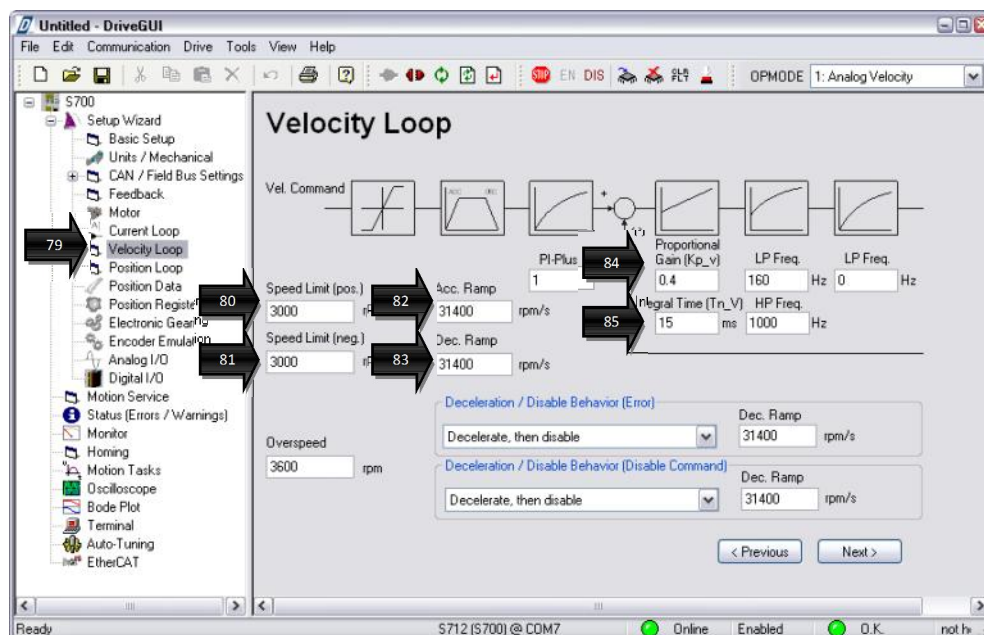

Рисунок 30 – Окно «Velocity Loop»
5.19 В окне «Velocity Loop»⁷⁹ (рис. 30) выполняется настройка контура скорости.